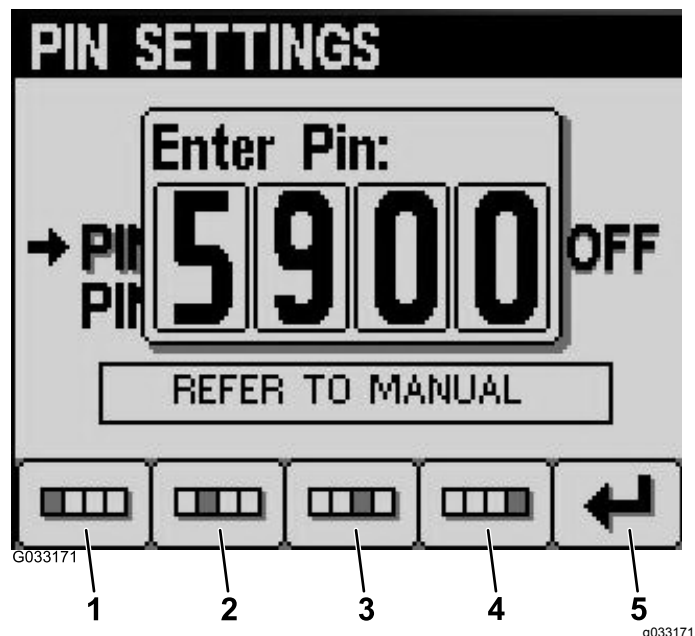

Figura 23
- Introduzca el PIN predeterminado, 5900, en la pantalla Introducción del PIN, usando los botones 1 a 4 para seleccionar los dígitos, y pulse el botón 5 para terminar (Figura 23).